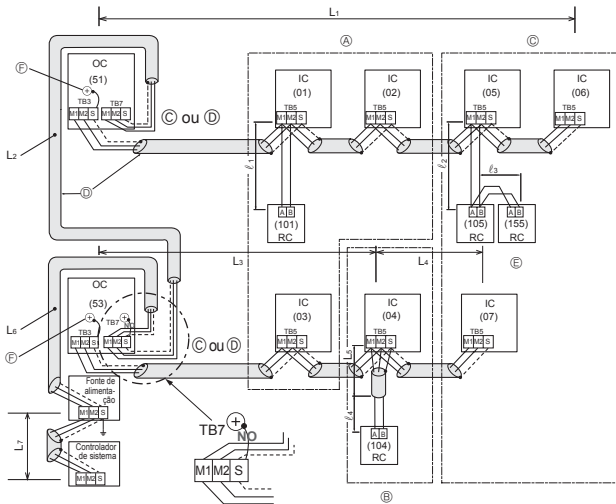

Fig. 6-2
■ Controlo Remoto M-NET (Fig. 6-2)